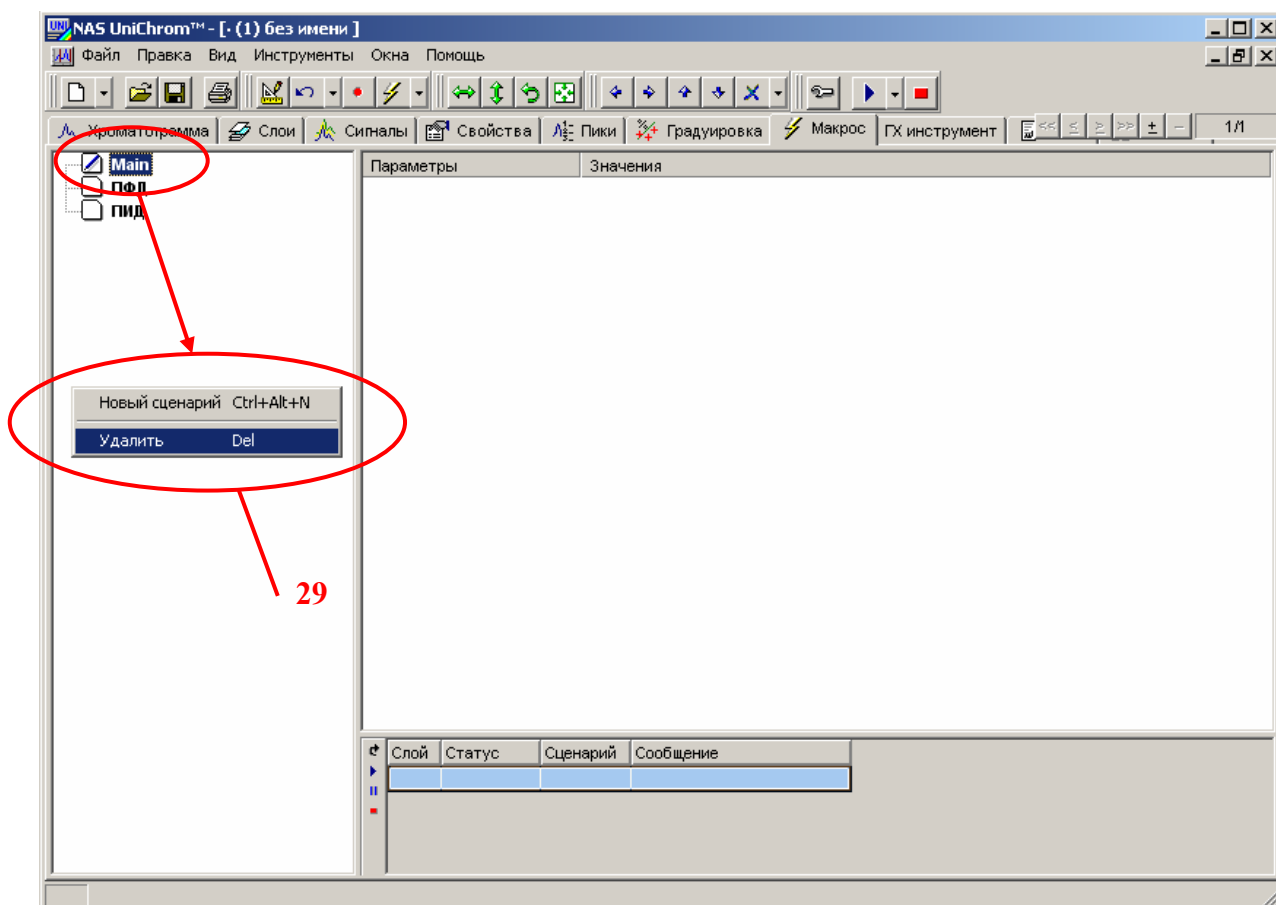

Рис. 51. Удаление макроса.
32. Удалите макрос «Main» (см. Рис. 51)